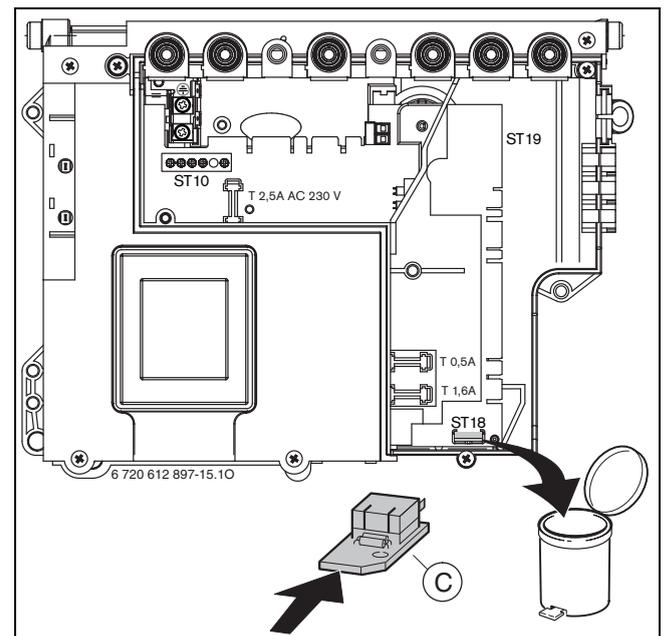

Fig. 50
- ▶ Cambiar el conector codificador (→ Fig. 50).